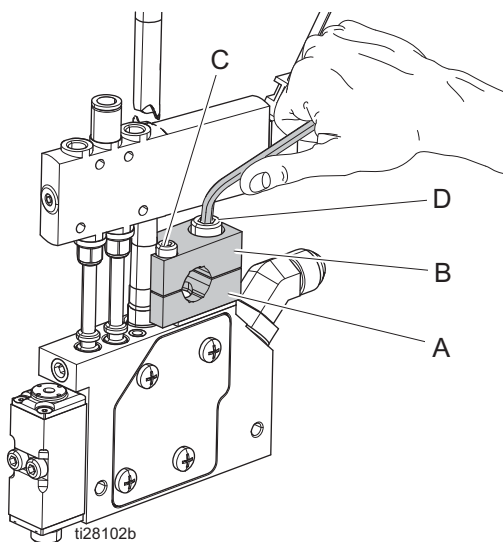

FIG. 3
Tous les autres modèles : se reporter à la **Figure 3** et aux instructions suivantes. Monter le collecteur sur une barre d'un diamètre de 1/2" en utilisant le collier de montage (H) pour maintenir l'applicateur en place et garantir l'application correcte de la colle. Pour un montage optimal du modèle Slim, utiliser une barre hexagonale de 7/16.